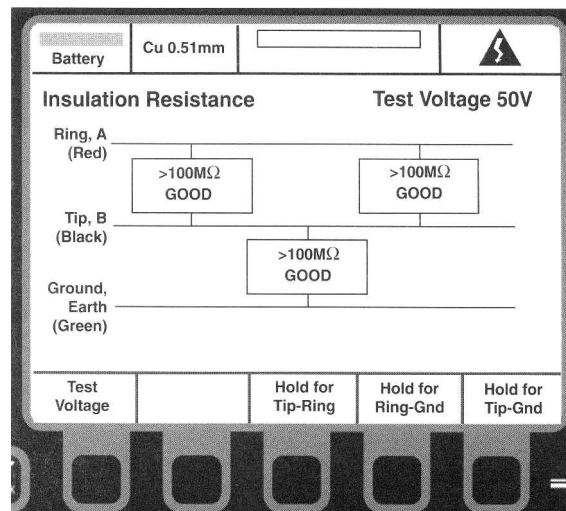

Figure 8 – Ecran Résistance d'isolement
3.4 Mesure de Résistance d'Isolement (IR) (Figure 8)